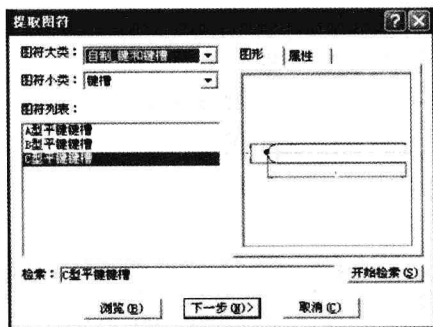

图1-8 C型键槽
⑤ 单击工具栏上 “提取图符”按钮，相关参数如图1-8、1-9所示，将图符定位点定位于一端交点，输入图符旋转角度“180°”，按“Enter”键完成，如图1-10所示。